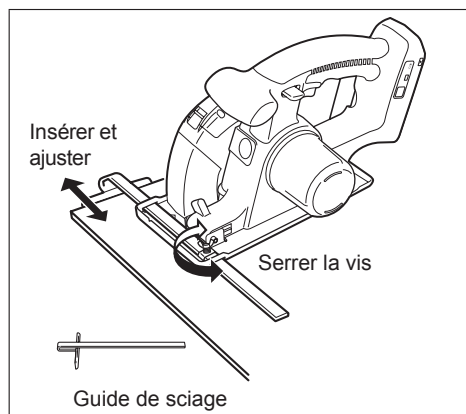

Fig. 10
- Insérez le guide de sciage et ajustez la largeur de sciage. (Voir la fig. 10)